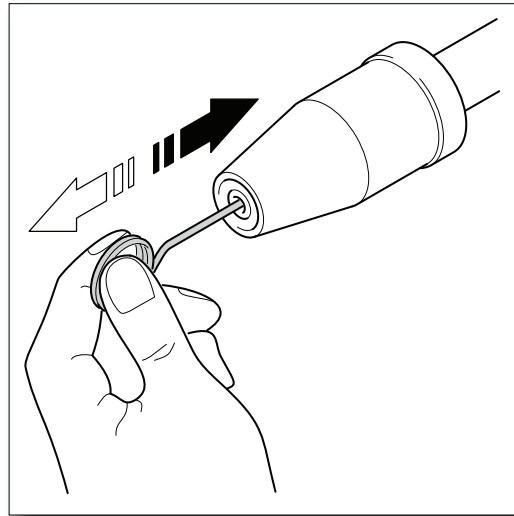

Fig. 22
- Para utilizar el limpiador de boquilla (o también un clip desplegado), inserte el alambre en el agujero de la boquilla y mueva hacia atrás y adelante hasta que los restos se quiten (Fig. 22). Rocíe agua a contracorriente a través de la boquilla utilizando la manguera de jardín a la presión más alta disponible (también una boquilla estándar o su pulgar sobre la boquilla para crear una contracorriente en la presión).